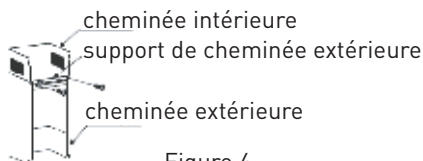

Figure 4
6. Installez le support de cheminée extérieure sur la cheminée extérieure à l'aide de 2 vis ST4*8 mm, en vous assurant que la cheminée intérieure reste flexible. Voir figure 4.